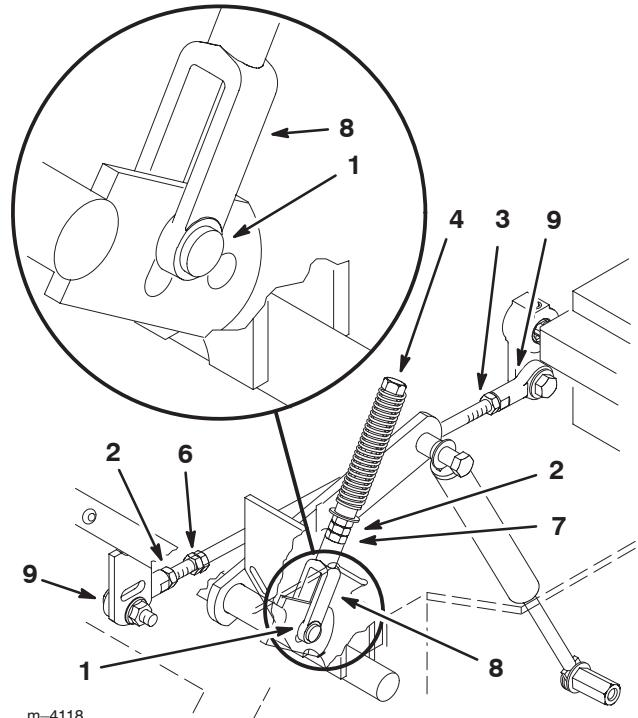

Figure 44
6. Tirez ensuite le levier en arrière jusqu'à ce que l'axe de chape (situé sur le bras au-dessous de l'axe de pivot) touche l'extrémité de la fente (c.-à-d. commence juste à appuyer sur le ressort) (Fig. 44).
8. Si un réglage s'impose, desserrez l'écrou et l'écrou de blocage vissés contre la chape (Fig. 44).
10. Serrez l'écrou et l'écrou de blocage (Fig. 44).
- Desserrez les contre-écrous sur les rotules de la tige de commande de la pompe (Fig. 44).
- Réglez la longueur de la tige de pompe en tournant les doubles écrous dans le sens voulu, jusqu'à ce que la roue soit immobilisée ou tourne légèrement en marche arrière (Fig. 44).
- Serrez les écrous contre les rotules (Fig. 44).